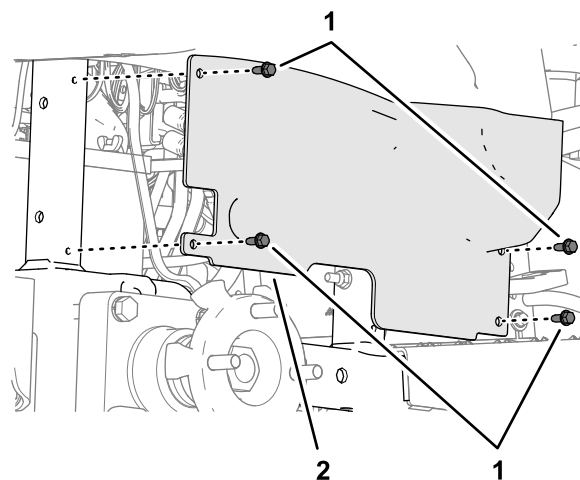

图 31
3. 拆下将车轮护罩固定到机器机架上的4个凸缘平头螺丝 $\frac{1}{4} \times \frac{5}{8}$ 英寸图 31。
6. 将车轮护罩与机器机架中的孔对准图 31 用在步骤 3 中卸下的 4 个凸缘平头螺丝 $\frac{1}{4} \times \frac{5}{8}$ 英寸将护罩固定至机架。